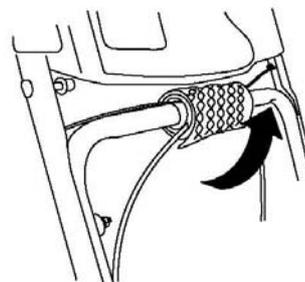

Рисунок 5.
1. Разверните концы тросов на нижней рукоятке (Рис. 5)